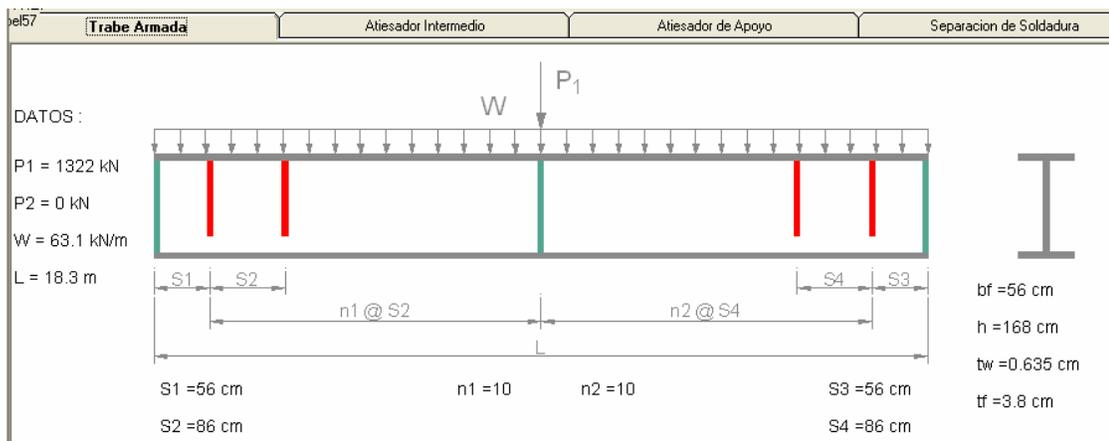

Figura 6.26 Dimensiones de la Trabe Armada.
2. La Figura 6.26 muestra la carpeta “Trabe Armada”, la cual contiene las dimensiones de la trabe armada.